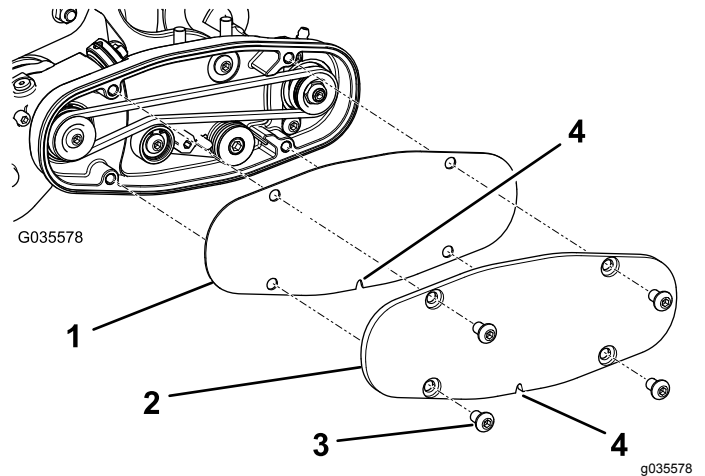

Bild 15
- Fluchten Sie die Riemenabdeckung mit den Befestigungslöchern aus und befestigen Sie die Abdeckung mit vier Schrauben (**Bild 15**).